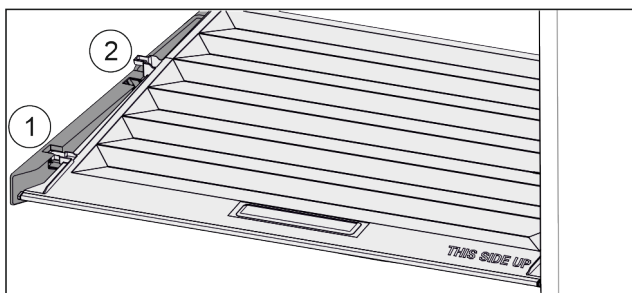

Fig. 103
- Tirer le couvercle vers l'avant jusqu'à l'orifice des pièces de retenue Fig. 103 (1).
- Le soulever par le bas à l'arrière et le sortir par le haut Fig. 103 (2).